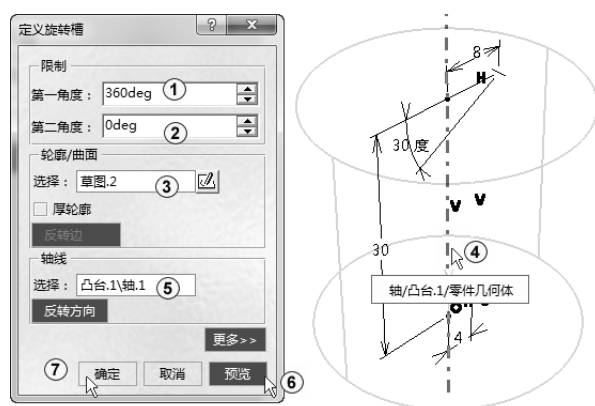

图 3-35 切除旋转
框，在“限制”选项组的“第一角度”文本框中输入 360，“第二角度”文本框中输入 0，在“轮廓/曲面”选项组的“选择”框中采用系统默认的“草图.2”作为旋转槽轮廓，如图 3-35 中①～③所示。由于草图中没有用“轴”命令，所以系统不能自动找出旋转中心轴，因此在工作区选择垂直构造线，则在该对话框中的“轴线”选项组的“选择”框中出现了“凸台.1\轴.1”，如图 3-35 中④⑤所示，单击“预览”按钮可以预览切除旋转效果，单击“确定”按钮，如图 3-35 中⑥⑦所示。